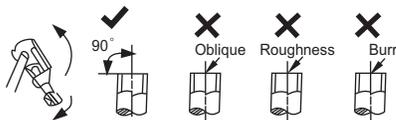

Fig. 14 – Tronçonner
- a. Couper le tuyau avec un coupe-tube, à 90 degrés (voir Fig. 14).